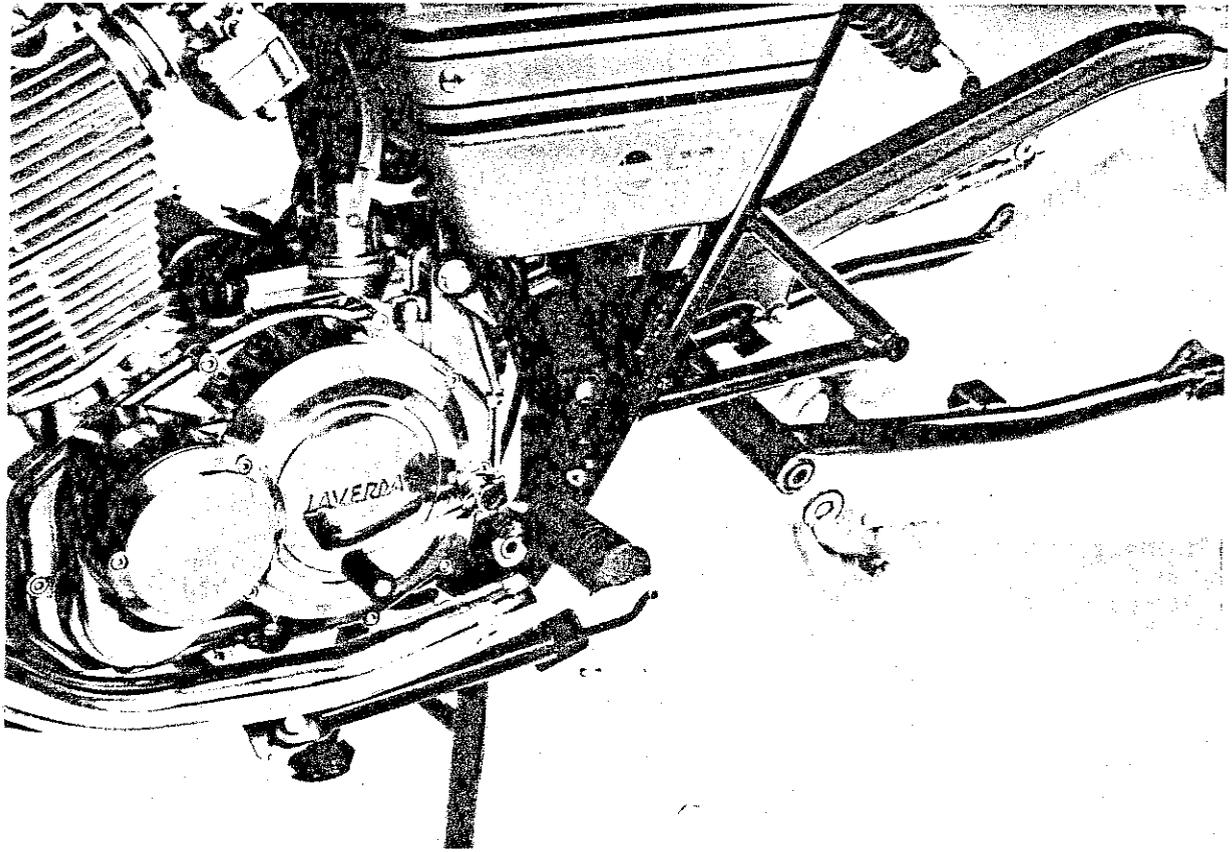

Fig. 217
- 3) Svitare uno dei dadi autobloccanti ed estrarre il perno, recuperando eventualmente le rondelle interne di registrazione (Fig. 217).
- 3) Undo one of the self-locking nuts and withdraw the swinging arm spindle; collect the internal adjustment shims, if any (Fig. 217).